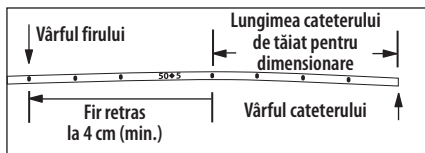

Figura 2
8. Retrageți stiletul de rigidizare prin sept pentru a retracta firul pe o distanță de minimum 4 cm în spatele locului de tăiere a cateterului (consultați Figura 2).